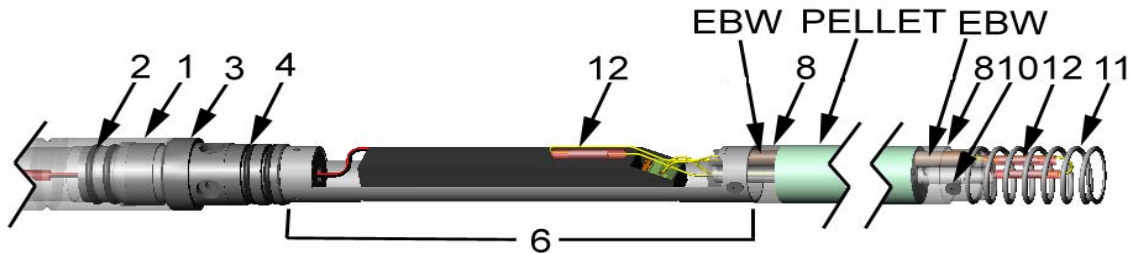

Figure 4 : Pastilles et détonateurs installés dans l'outil de séparation
3.7 Insérez l'EBW, l'extrémité de sortie en premier, dans la rondelle de centrage inférieure comme illustré à la figure 4. L'EBW doit être en contact avec la pastille explosive.